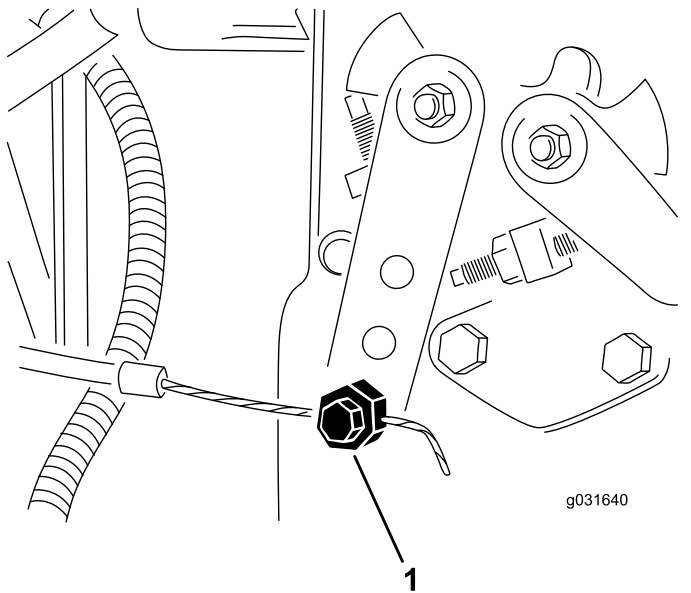

Figura 58
2. Afloje el conector del cable del acelerador en la palanca de la bomba de inyección (**Figura 58**).